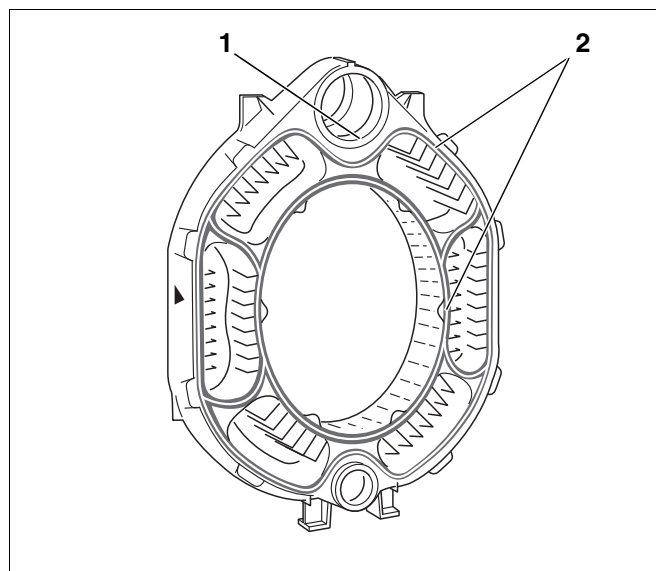

Рис. 12 Подготовка средней секции
- Смазать уплотнительные поверхности ступиц суриком (рис. 12, **поз. 1**).
- Смазать уплотнительные пружины адгезионным составом (грунтовочной краской) (рис. 12, **поз. 2**).